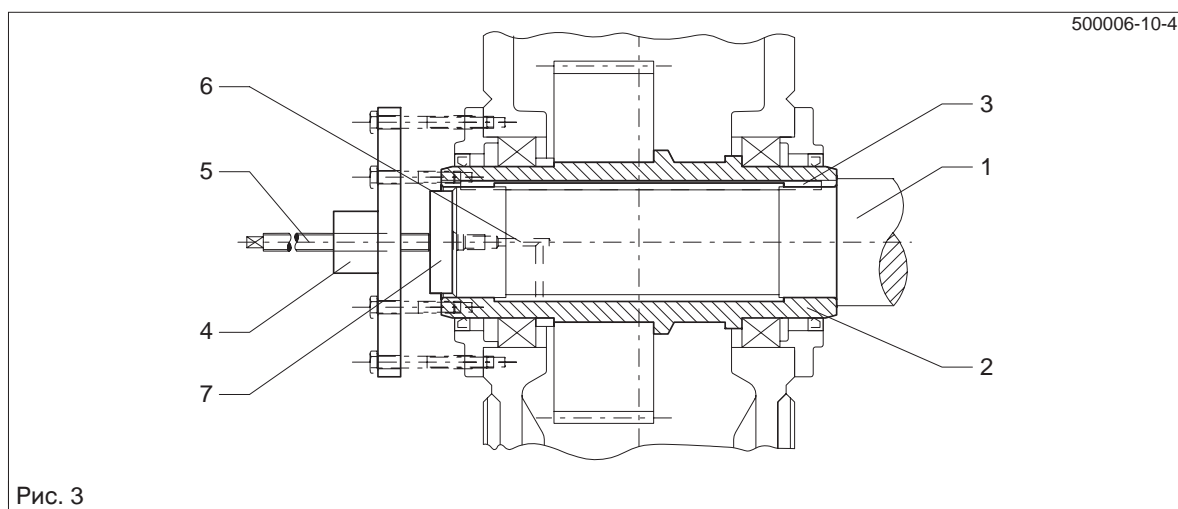
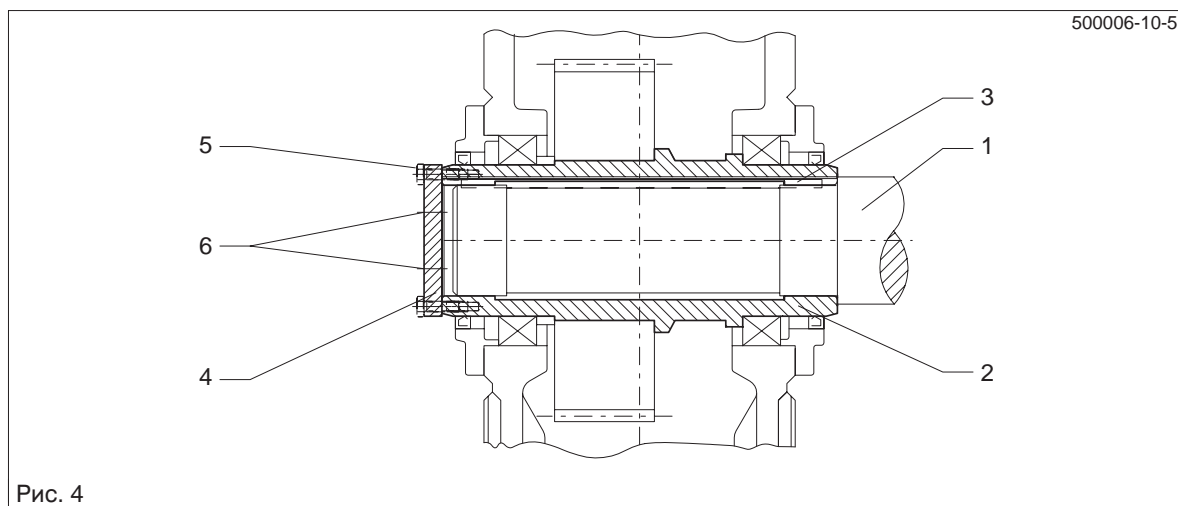

Рис. 3
Рис. 4
- Отжатие передачи от машинного вала может быть выполнено по возможности на месте при помощи отжимного винта на концевом диске (см. рис. 4), центральным ходовым винтом или, предпочтительнее всего, гидравлическим агрегатом Лукаса.
- После достаточного действия растворителя снять передачу при помощи устройства согласно рис. 3 или рис. 4.
Если при этом, как показано на рис. 3, опора не только на полый вал, но и имеется дополнительное объединение с кожухом, силы отжима не должны превышать значений, приведенных в приведенной ниже таблице.